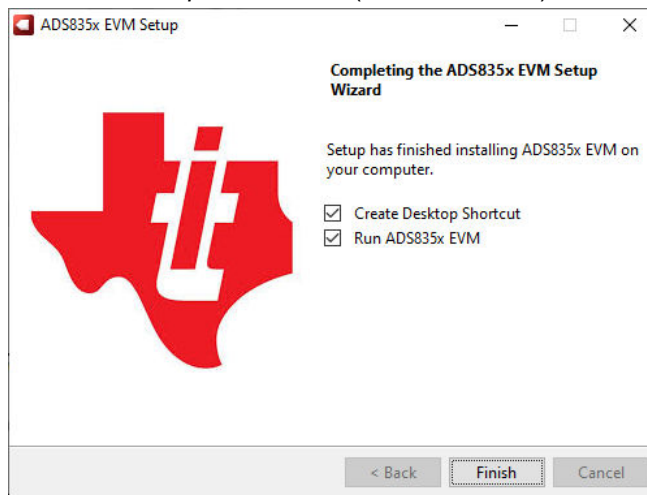

图 5-5. ADS8354EVM-PDK 安装最后一步
4. 在这些安装完成后, 选中 *Create Desktop Shortcut* 框 ( 如图 5-5 所示 ) 。